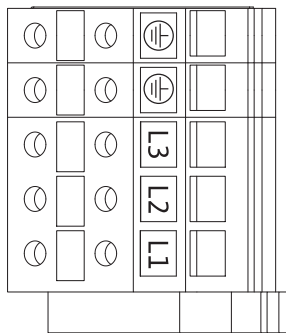

Fig. 25: Leistungsklemmen
- Leistungsklemmen (Netzanschlussklemmen) (Fig. 25)